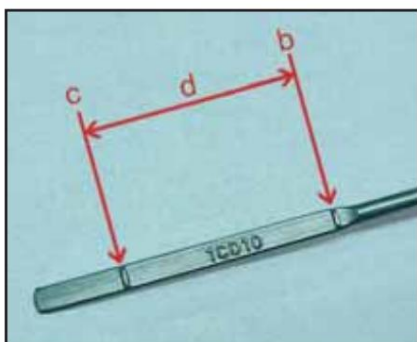

Fig. 2
- Scoateți-l din nou din carcasă și verificați nivelul uleiului. Acesta trebuie să fie până la sau egal cu marcajul superior al nivelului. (Fig. 2)